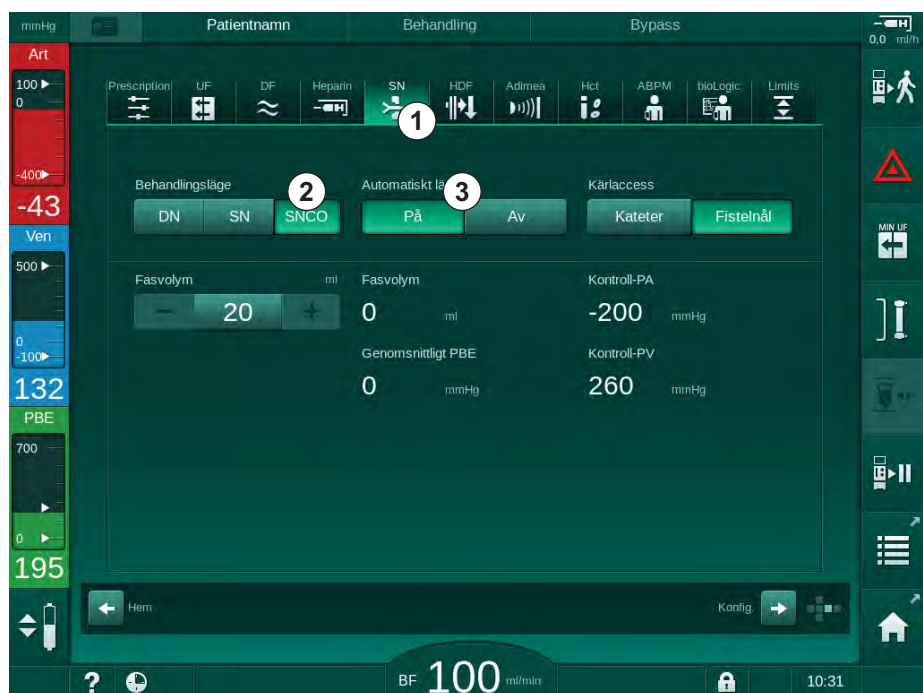

Bild 9-1 Ändring till Enkelnål Cross-Over
2. Tryck på ikonen *SN* (Bild 9-1 , ① ).